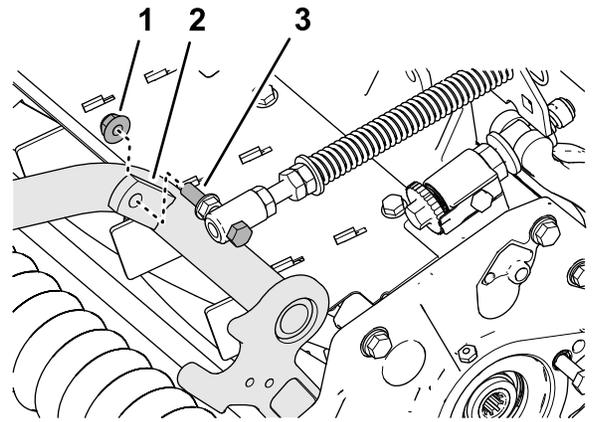

图 20
4. 使用凸缘锁紧螺母 $\frac{3}{8}$ 英寸将草坪补偿弹簧的平头螺丝组装到承载架图 20 的右侧凸耳上。